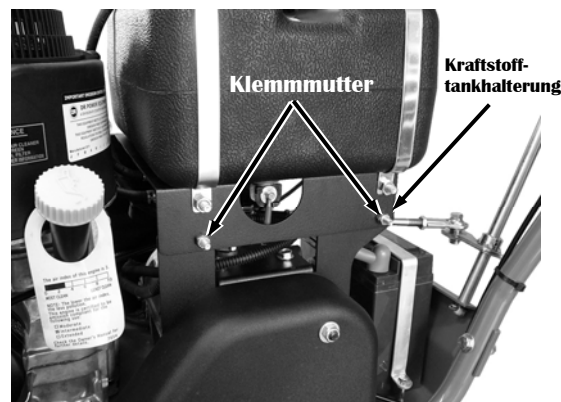
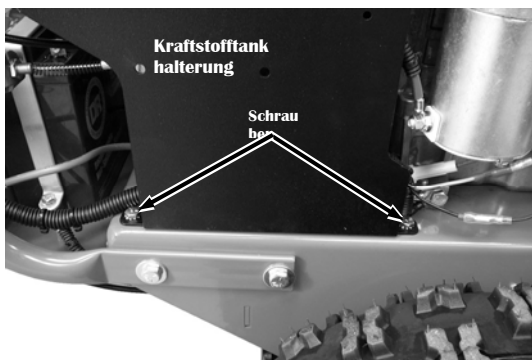

Abbildung 38
Abbildung 39
2. Entfernen Sie mit einem 7/16" Schraubenschlüssel die Klemmmuttern auf der linken Seite der Kraftstofftankhalterung (**Abbildung 38**).
3. Entfernen Sie mit einem 7/16" Schraubenschlüssel die Schrauben auf der rechten Seite der Kraftstofftankhalterung (**Abbildung 39**).
12. Bringen Sie den Kraftstofftank wieder in Position und sichern diesen mit den zwei Schrauben (rechte Seite) und den zwei Klemmmuttern (linke Seite) (**Abbildung 38** auf der vorherigen Seite **und** **Abbildung 39**).